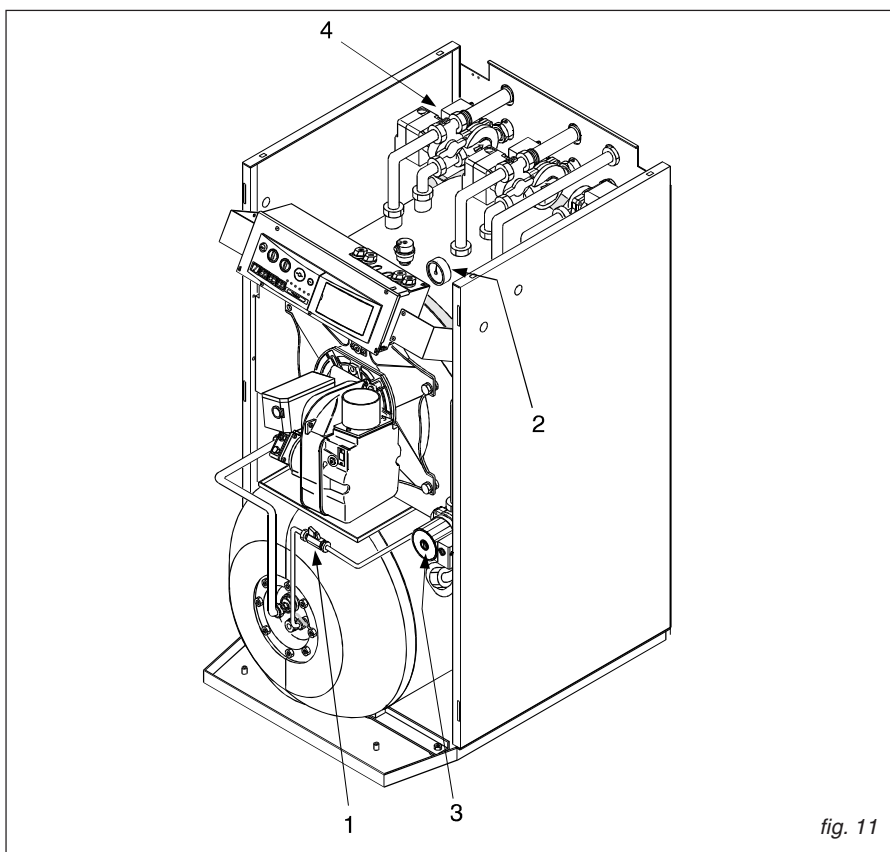

fig. 11
N.B.: Dopo un lungo periodo di inutilizzo della caldaia, i circolatori possono risultare bloccati, perciò, prima di mettere sotto tensione il pannello di comando, è indispensabile far girare manualmente i circolatori agendo con un giraviti sulla vite posta sotto il tappo di testa (vedi fig. 11, pos. 3 e 4).